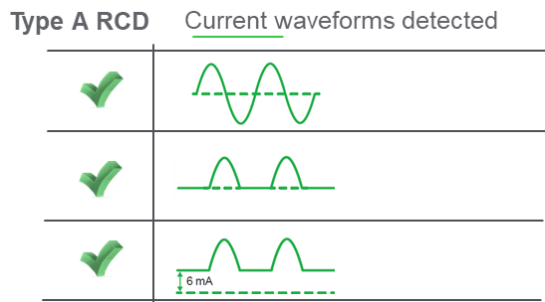

Fig. 1 Ejemplo de formas de onda de corriente para disparo de ID tipo A
- ✓ Además, el Diferencial tipo A también se activa ante **corrientes residuales con forma de onda rectificadas o pulsantes**, que pueden contener un máx. de 6 mA de componente CC (véase la Fig. 1).